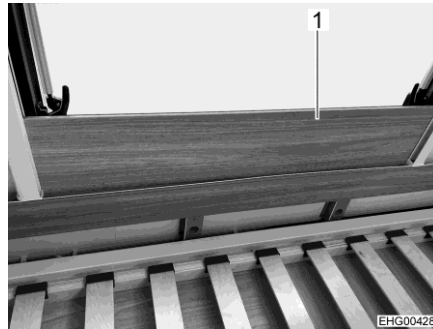

Fig. 188 Protection antichute (fenêtre)
- Mettre la protection antichute (Fig. 188,1) en place entre le rail de guidage du store et le cadre de la fenêtre.